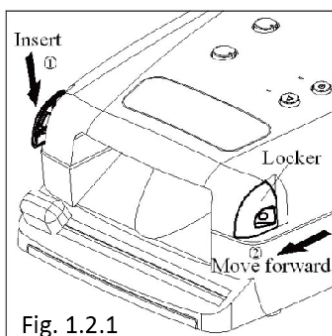

Fig. 1.2.1
1.2.1 Odjistěte horní kryt za použití postranních tlačítek (Fig. 1.2.1)